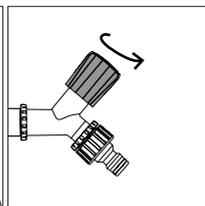

Fig. 08
- Abra a vazão de água [Fig. 08].